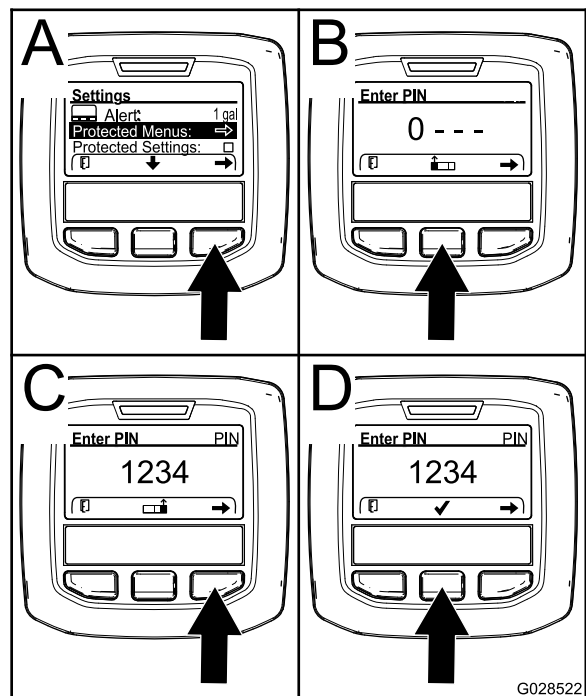

Figura 70
3. Pulse el botón de selección derecho para seleccionar Menús protegidos (Figura 70 A).
- Pulse el botón de selección central (Figura 70 B) para aumentar el valor numérico (de 0 a 9).
- Pulse el botón de selección derecho (Figura 70 C) para mover el cursor hasta la siguiente posición numérica a la derecha.
Nota: Aparece el icono de marca de verificación encima del botón de selección central (Figura 70 D).
6. Pulse el botón de selección central (Figura 70 D) para introducir la contraseña.